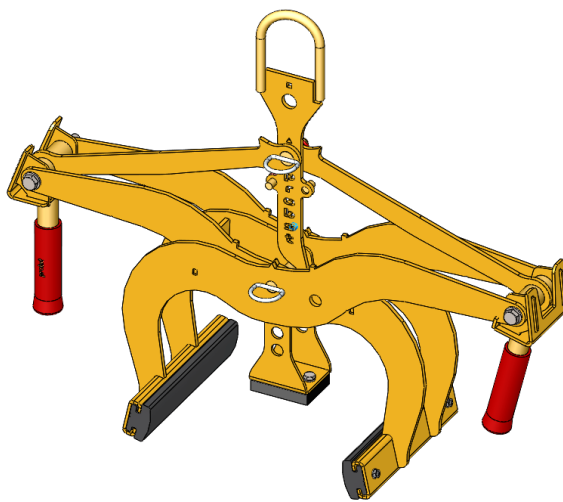
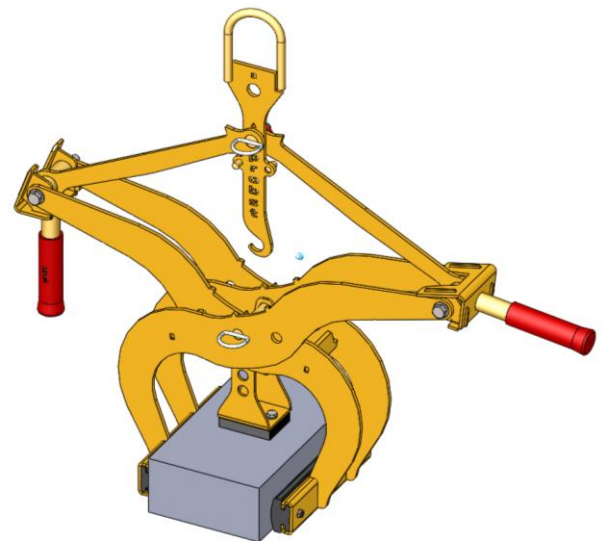

Abb.2
Abb.3
- Para esta zona de agarre, las marcas triangulares▲ en los brazos de agarre (en el centro del dispositivo) deben ser **congruentes** (Fig. 2) y en el gancho de bloqueo (2) la marca triangular debe ▲situarse por encima del pasador de bloqueo con pasador de bloqueo (8) (Fig. 3).
- Para ajustar el rango de agarre, retire el pasador con pasador de bloqueo (6) o el pasador con pasador de bloqueo (8).
- Una vez ajustado el rango de agarre, el dispositivo debe ser asegurado de nuevo con el pasador de encaje con pasador de bloqueo (8) o con el pasador de encaje (6).
- Para esta zona de agarre, las ■marcas cuadradas en los brazos de agarre (en el centro del dispositivo) deben ser **congruentes** (Fig. 2) y en el gancho de bloqueo (2) la marca cuadrada debe estar situada ■por encima del pasador de bloqueo con pasador de bloqueo (8) (Fig. 3).
- Para ajustar el rango de agarre, retire el pasador de encaje (6) y el pasador de encaje con pasador de bloqueo (8).